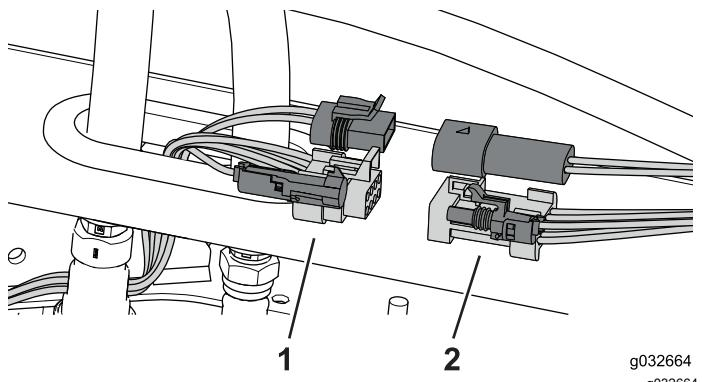

Figure 74
1. Acheminez le faisceau de câblage de la cabine vers le faisceau de la machine (Figure 74).